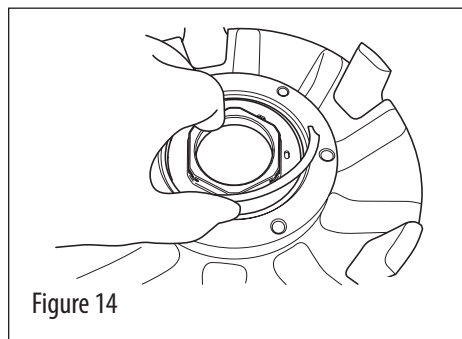

Figure 14
3. Installez l'anneau de blocage en spirale dans la rainure du moyeu. Assurez-vous que l'anneau est bien inséré dans la rainure du moyeu (voir les figures 14 et 15).